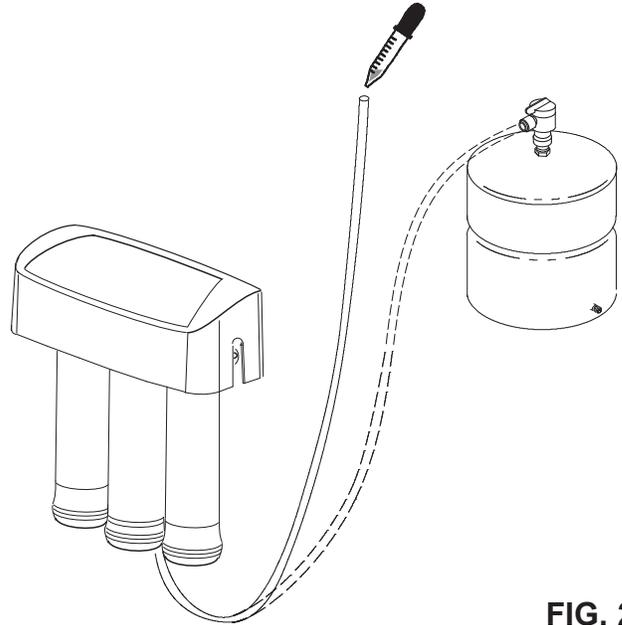

FIG. 23
Para desinfectar el sistema, siga los pasos a continuación: Vea la Fig. 23.
4. Agregue 3 ml. de cloro en el extremo abierto de la tubería amarilla. Manipule el cloro según las recomendaciones del fabricante. Vea la Fig. 23.